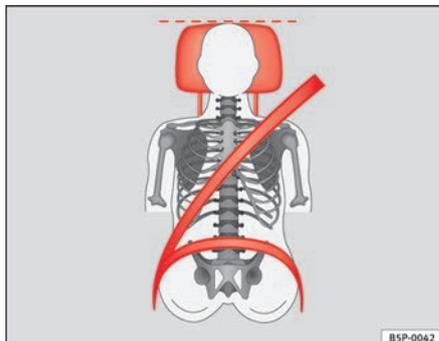

Fig. 13 Faixa do cinto de segurança e do encosto de cabeça regulados correctamente, vistos de frente
- A faixa superior do cinto de segurança tem de passar sensivelmente por cima do meio do ombro e nunca por cima do pescoço ou do braço. O cinto de segurança tem de ficar bem cingido ao tronco do ocupante ⇒ fig. 13.